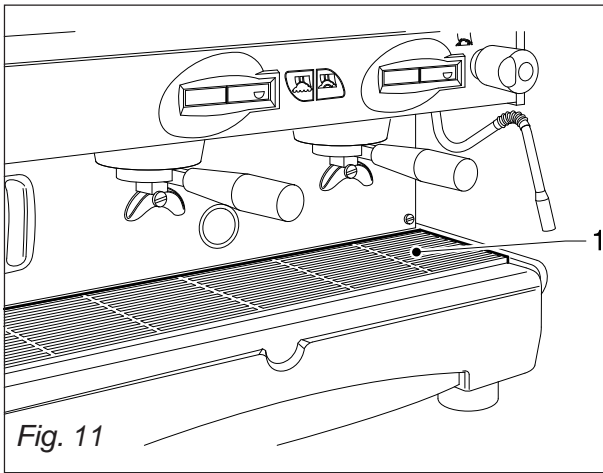

Fig. 11
- Quitar las rejillas de apoyo de las tazas 1 (Fig.11), sacar la bandeja del desagüe situada debajo de las rejillas y limpiarlas.